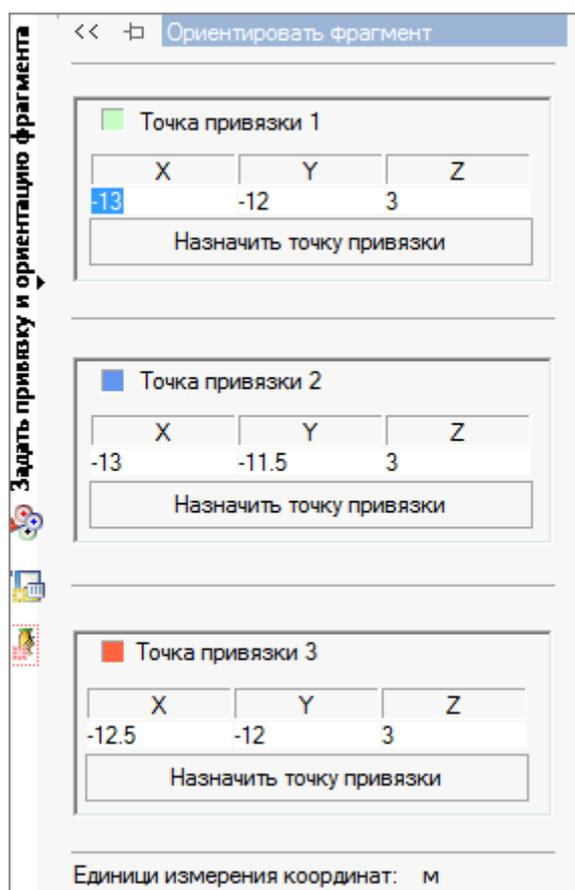

Рисунок 2.90
- указанием координат (рисунок 2.90);